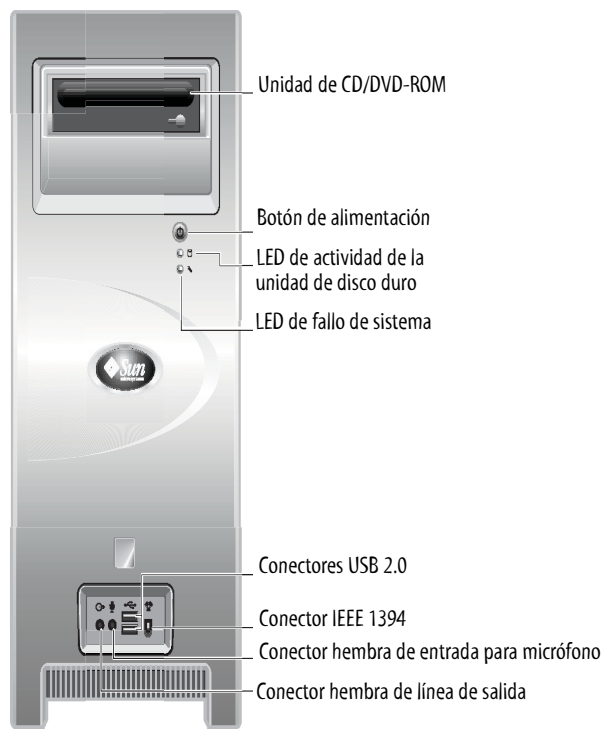

FIGURA 1-1 Panel anterior
La FIGURA 1-1 muestra el panel anterior de las estaciones de trabajo Sun Java W1100z y W2100z.
2. **Pulse y suelte el botón de alimentación de la estación de trabajo en el panel anterior (FIGURA 1-1).**
El LED de alimentación de la plataforma en el botón de alimentación se ilumina después de que la estación de trabajo comienza el proceso de arranque interno (FIGURA 1-1).